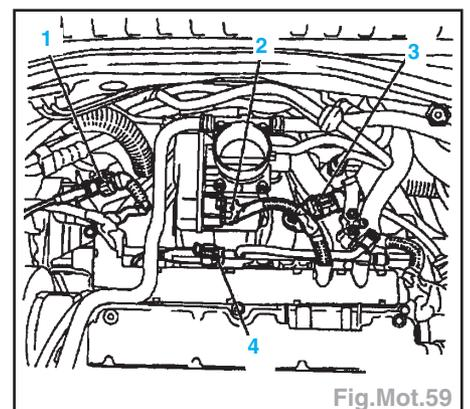

Fig.Mot.59
- Débrancher la fiche (Fig.Mot.59) :
- valve de ventilation (1),